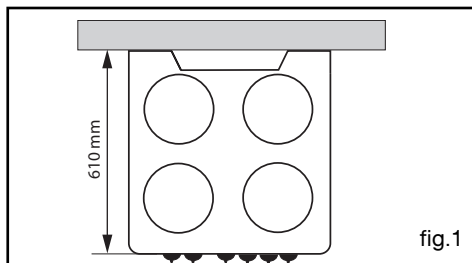

fig.1
#### • **Plat lèchefrite multi-usages fig.1**
Vous devez respecter la côte d'encastrement suivante (fig.1, vue de dessus):
- Enfoncez un tournevis entre la tôle du capot et la trappe puis faites pivoter la trappe (fig.1).
*(suivant modèle) fig.1*